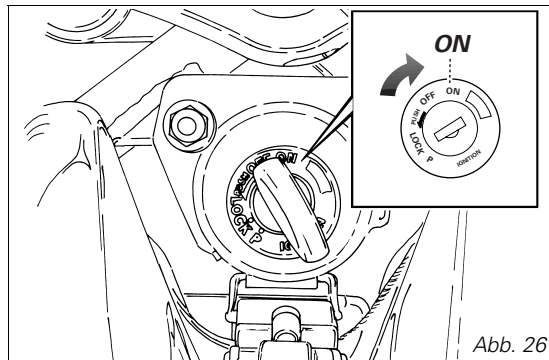

Abb. 26
1) Den Zündschlüsselschalter auf in die Position **ON** (Abb. 26) bringen. Überprüfen, ob die grüne Kontrollleuchte **N** und die rote Kontrollleuchte  am Cockpit aufleuchten.